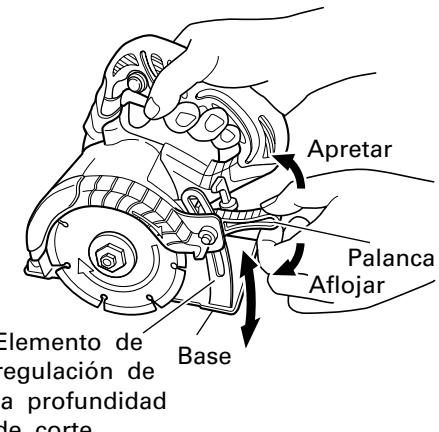

Fig. 2
7. Regulación de la profundidad de corte (Fig. 2)